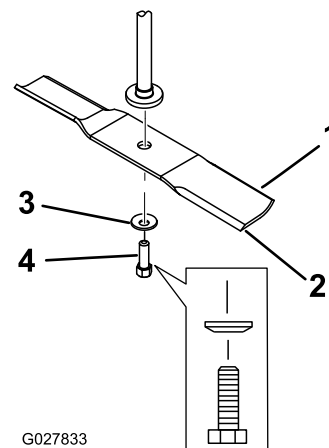

Рисунок 64
2. Отверните болт ножа, снимите изогнутую шайбу и нож с вала шпинделя (Рисунок 64).
- Установите нож на шпindel (Рисунок 64).
- Установите изогнутую шайбу (чащеобразной стороной в сторону ножа) и болт ножа (Рисунок 64).